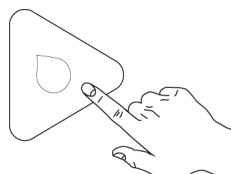

Fig.16
- 11- Appuyer le bouton "B" départ du cycle de lavage. (Fig.16)